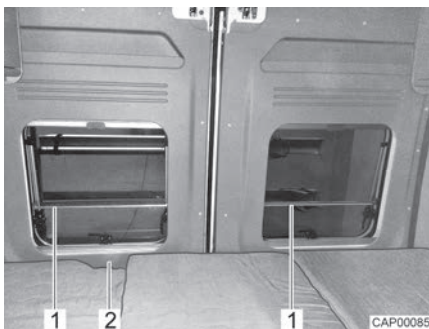

Bild 72 Fallskydd (längsgående
- ▷ Bakdörrarnas fönster är utrustade med ett fallskydd (Bild 72,1). Bakdörren kan öppnas inifrån via dörrhandtaget (Bild 72,2).